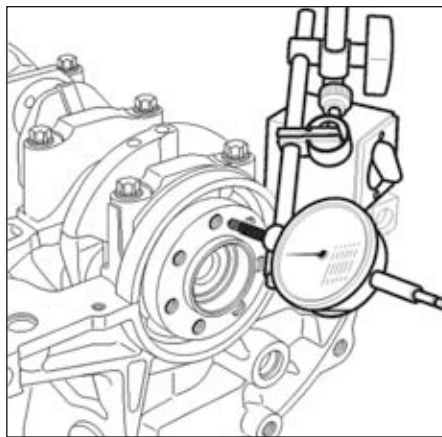

FIG.65
- Effectuer un tour de vilebrequin pour mesurer le voile de la face volant moteur qui ne doit pas être supérieur à 0,03 mm (Fig.65).